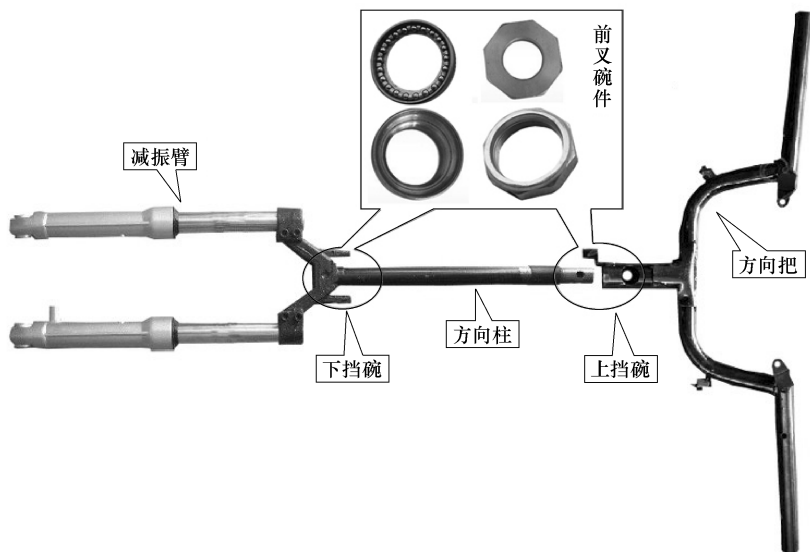

图6-28 前叉与方向把、减振臂的结构图
- 4) 拆下前轮轴两侧的大螺母,即可卸下液压前叉。分解后的液压前叉实物如图6-28所示。